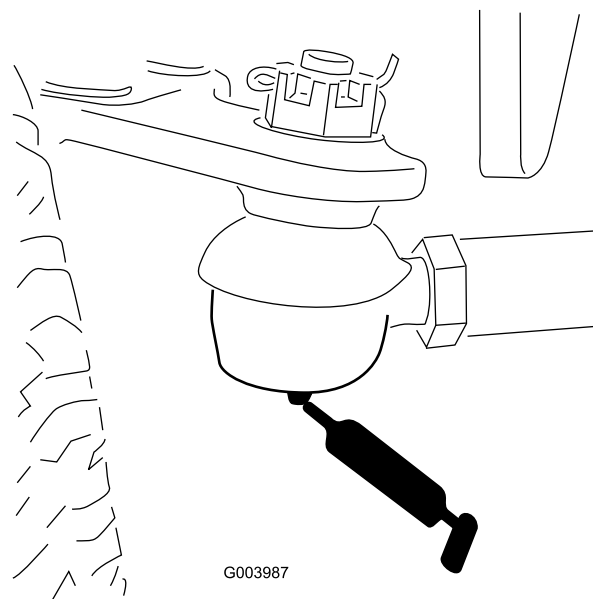

Figura 34
- Barra de ligação do eixo traseiro (2) (Figura 34)